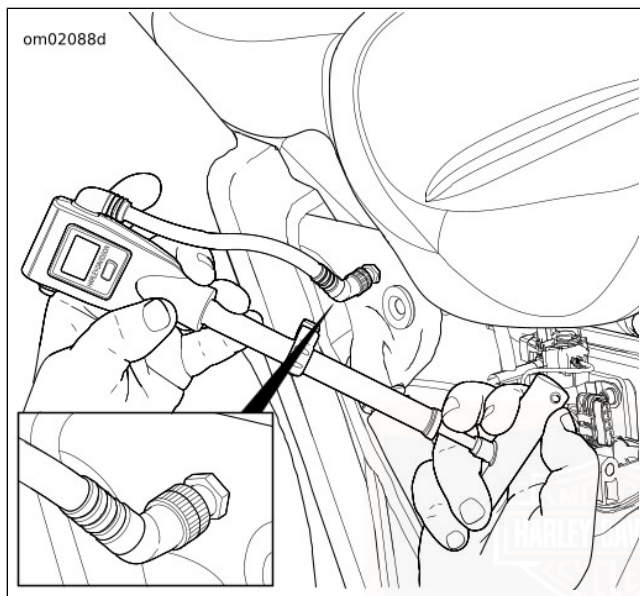

Figura 28. Regolazione pressione degli ammortizzatori
- b. **Gonfiaggio:** Vedere Figura 28. Estrarre la maniglia. Ruotare la maniglia in posizione "T". Gonfiare finché il display indica la pressione consigliata.